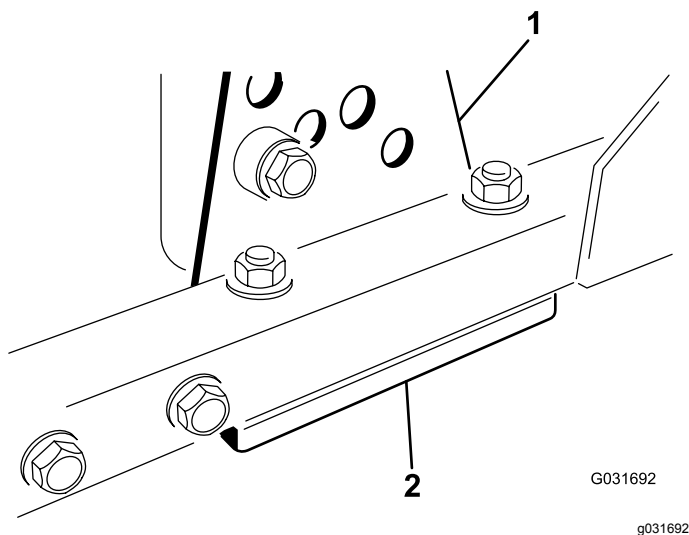

Figura 95
1. Retire el soporte de altura de corte (delantero, izquierdo o derecho) del bastidor de la carcasa (Figura 95).
2. Coloque suplementos de 1,5 mm y/o 0,7 mm entre el bastidor de la carcasa y el soporte hasta lograr el ajuste de altura deseado (Figura 95).